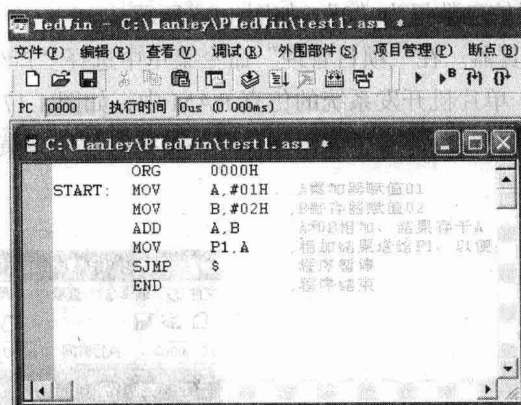
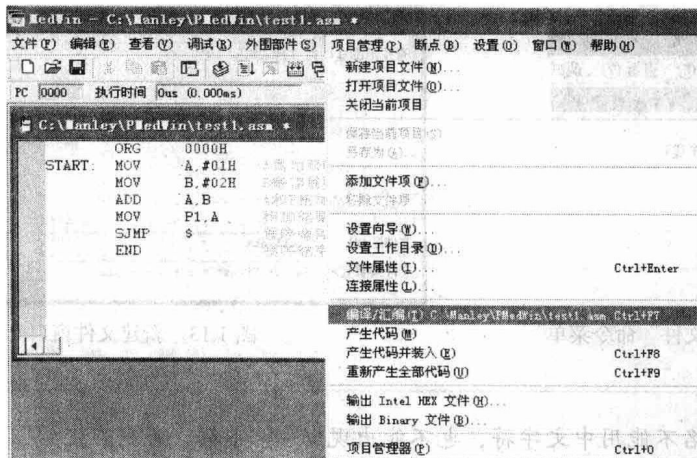

图 1.14 程序输入窗口
图 1.15 “项目管理”命令菜单
② 单击“打开”按钮，出现如图 1.14 所示的窗口，现在可以在这个窗口中输入图 1.14 中的程序 test1.asm。
① 在如图 1.14 所示的窗口中单击“项目管理”菜单，出现如图 1.15 所示的命令菜单。单击